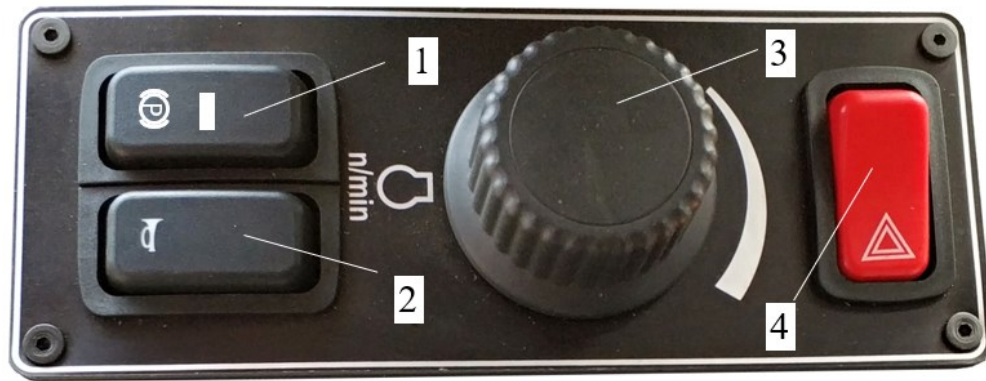

Рисунок 3.57. Органы управления на левой тумбе
Пуск/останов двигателя осуществляется при помощи кнопки «ENGINE START/STOP», расположенной на правой тумбе. Перед запуском необходимо кратковременно подать звуковой сигнал, с целью сообщить окружающим о своих намерениях, поз. 2, рис. 3.57.
- ▶ Убедиться в том, что кнопка безопасности нажата (поз. 4, рис. 3.57), оператор находится в кресле (работа трансмиссии и навесного оборудования блокируется);
Обороты двигателя регулируются рукояткой (потенциометр), расположенной на тумбе слева от сиденья оператора, поз. 3, рис. 3.57. Для увеличения оборотов двигателя необходимо рукоятку поворачивать по часовой стрелки, для уменьшения против часовой стрелки. Рукоятка не имеет крайних фиксированных положений. Вращая рукоятку в разные стороны, Вы не сможете изменить заданные минимальную и максимальную частоты вращения двигателя. Фактическое значение частоты вращения двигателя отображается на приборной панели, см. п. 3.1.2. «Передний щиток контрольных ламп и приборов».